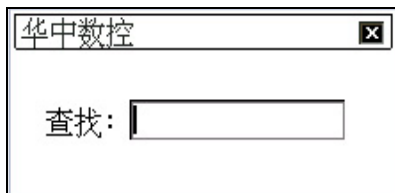

图 5.2.1 输入查找字符串
- (1) 在编辑功能子菜单下（图 5.0.1）按 **F7** 键，弹出如图 5.2.1 所示的对话框，按 **Esc** 键，将取消查找操作；